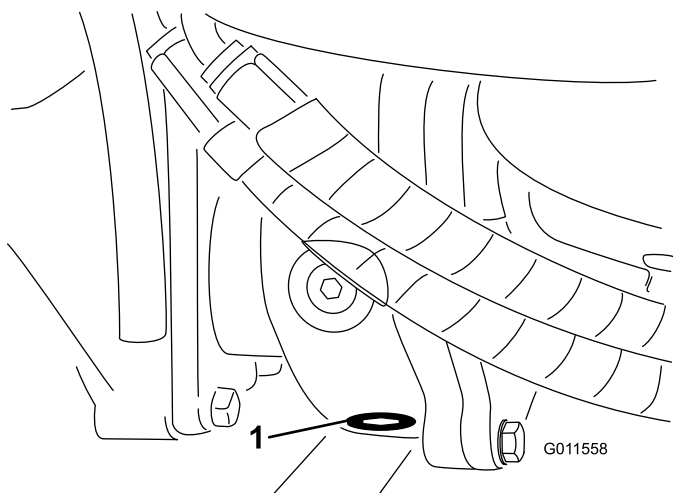

Figura 67
5. Limpe a zona em redor do tampão de escoamento no fundo da caixa de engrenagens (Figura 67).